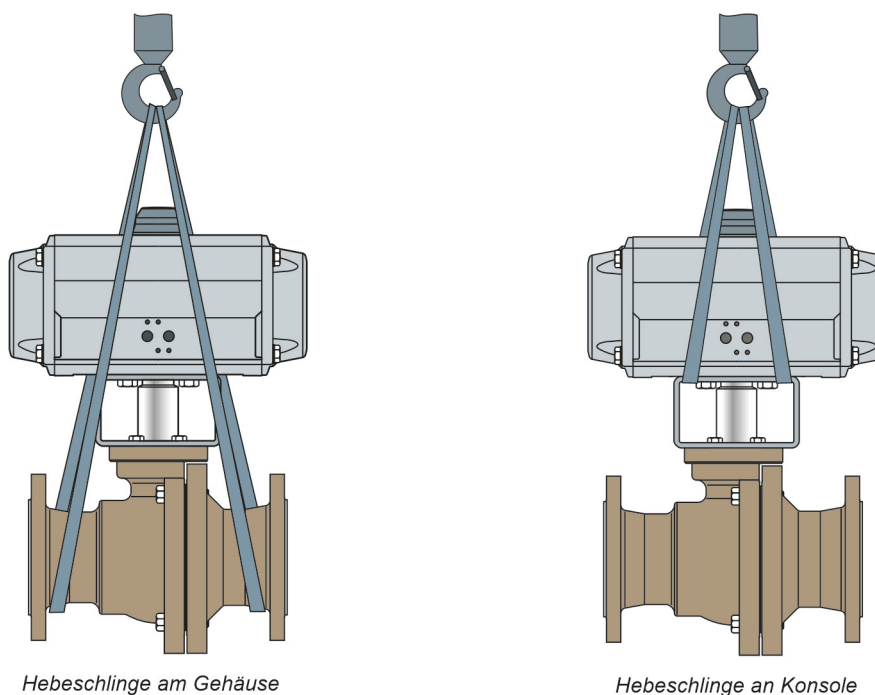

Fig. 4-1 : Points de levage sur la vanne à boisseau sphérique
- ⇒ Utiliser un crochet doté d'une fermeture sécurisée pour supporter l'ensemble afin d'empêcher les dispositifs d'arrimage de glisser hors du crochet au cours du levage et du transport, voir fig. 4-1.
- ⇒ Fixer une élingue sur chaque bride du corps et sur le support (p. ex. crochet) de la grue ou du chariot élévateur, voir fig. 4-1. Ce faisant, tenir compte des consignes de sécurité, de la charge admissible et de la longueur des élingues.
- ⇒ Fixer une élingue sur la console et sur le support (p. ex. crochet) de la grue ou du chariot élévateur, voir fig. 4-1. Ce faisant, tenir compte des consignes de sécurité, de la charge admissible et de la longueur des élingues.